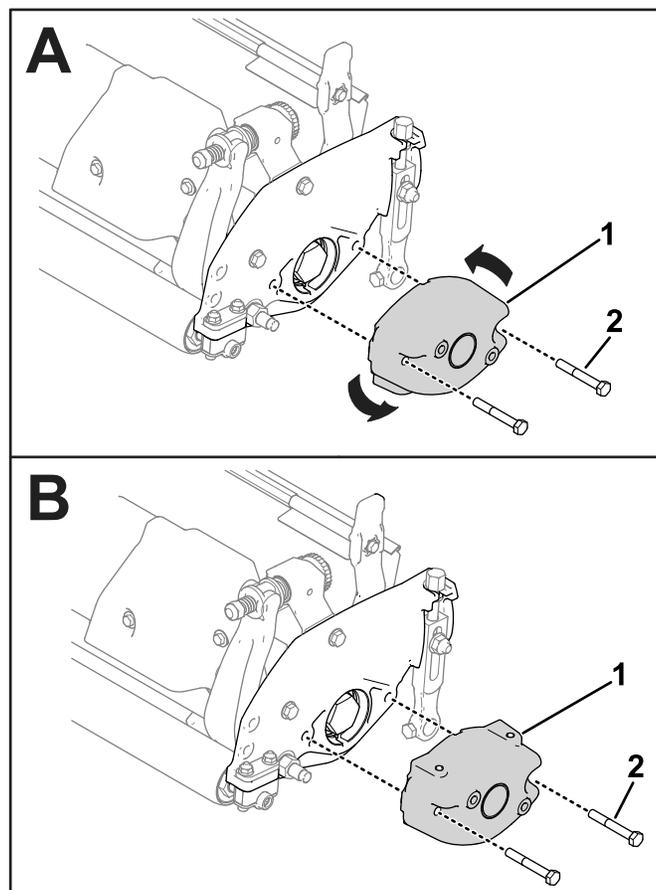

Figure 53
1. Déposez le contreponds existant de l'unité de coupe et posez le contreponds de sorte que les trous filetés soient dirigés vers le haut (Figure 53).